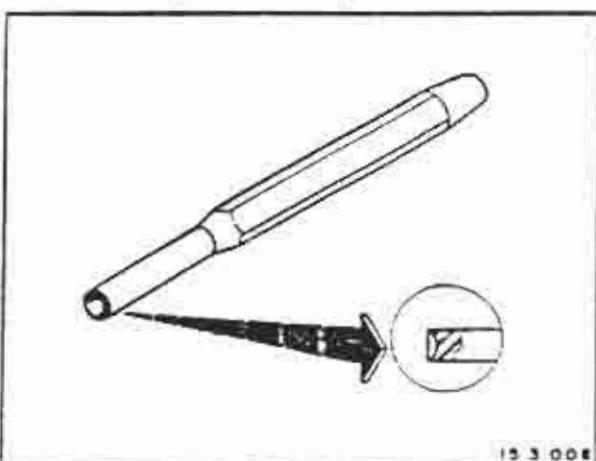

FIGURA 9
7. Conectar uma mangueira flexível no sangrador (9) e introduzir a outra extremidade em um recipiente que contenha fluido de freio.
8. Expandir os êmbolos (3) com a ferramenta especial 2697-017-227 e abrir o sangrador (9) para retirar a pressão. Fechar o sangrador. Remover a ferramenta especial.
9. Limpar o alojamento das pastilhas (11).
10. Instalar as novas pastilhas (11) de modo que se encaixem perfeitamente no seu alojamento.
11. Instalar a mola de distensão (12).
12. Instalar os pinos-suporte (10) com auxílio de um punção de ponta côncava. (Ver figura 9).